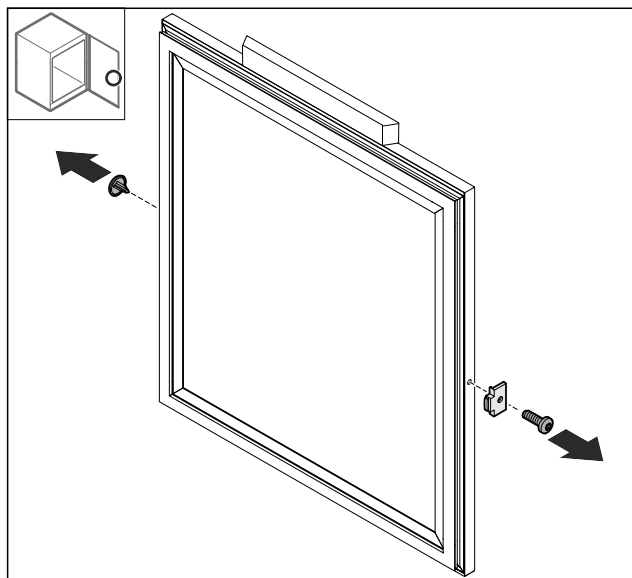

Fig. 72
- Odstráňte kryt Fig. 72 (1).
- Demontujte zarážku dverí Fig. 72 (2).